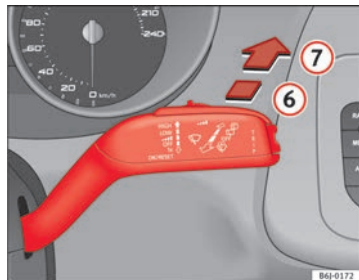

Abb. 65 Scheibenwischer- und Scheibenwascherhebel: Scheibenwischer für die Heckscheibe
- Drücken Sie den Hebel nach vorne in Raste ⑥ ⇒ Abb. 65. Der Wischer arbeitet etwa alle 6 Sekunden.
- Drücken Sie den Hebel ganz nach vorne in die Position ⑦ ⇒ Abb. 65. Die Waschanlage und der Scheibenwischer arbeiten gleichzeitig. Solange Sie den Hebel in dieser Position halten, arbeiten der Heckwischer und die Waschanlage.